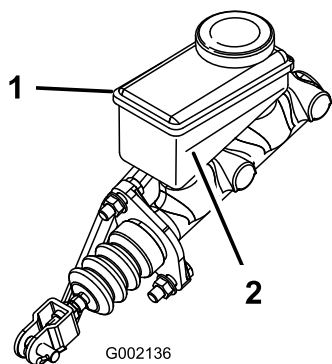

Figura 51
3. Osservate la linea del livello del fluido sul lato del serbatoio (Figura 51).
- B. Aggiungete il fluido dei freni DOT 3 al serbatoio, in modo che il livello del fluido sia superiore alla linea del minimo (Figura 51).